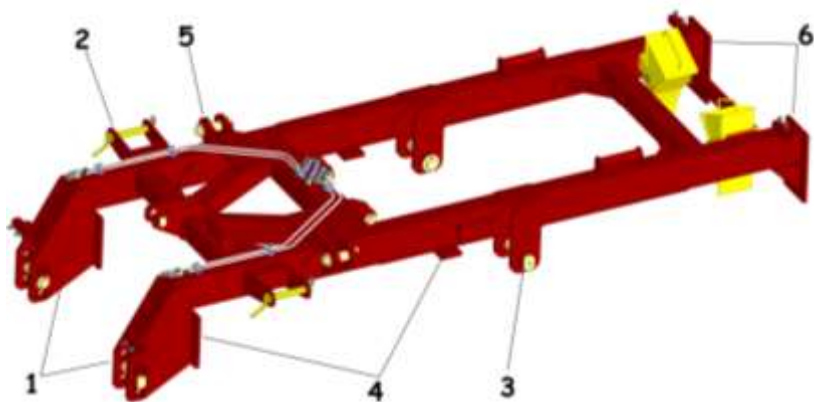

Рисунок 4 – Рама бороны
3.4 Рама бороны (рисунок 4) предназначена для установки сницы, подрамника, колесного хода, крепления центральной секции катка. К ферме рамы приварены понизители 1, на которые устанавливается сница. На несущих балках рамы имеются проушины для стопорения крыльев бороны в транспортном положении 2, проушины для крепления шасси бороны 3, а в торцах балок установлены фланцы 4 крепления центральной балки катка. Так же на раме имеются проушины крепления гидроцилиндров крыла 5 и колесного хода 6.